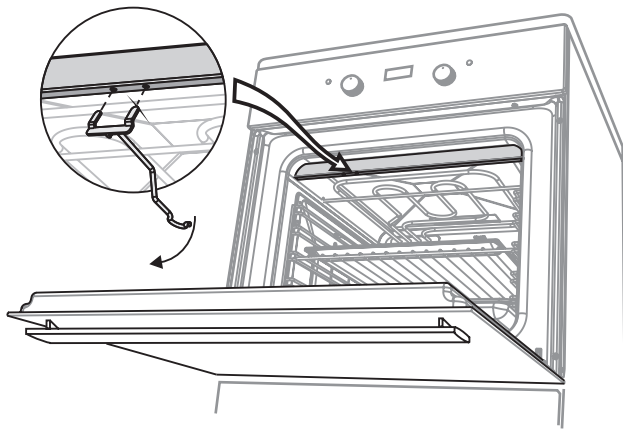

Рис. 24
- Установите крючок, для чего вставьте «усы» крючка в пазы верхней полки слева проема духовки и опустите крючок вниз (рис. 24).